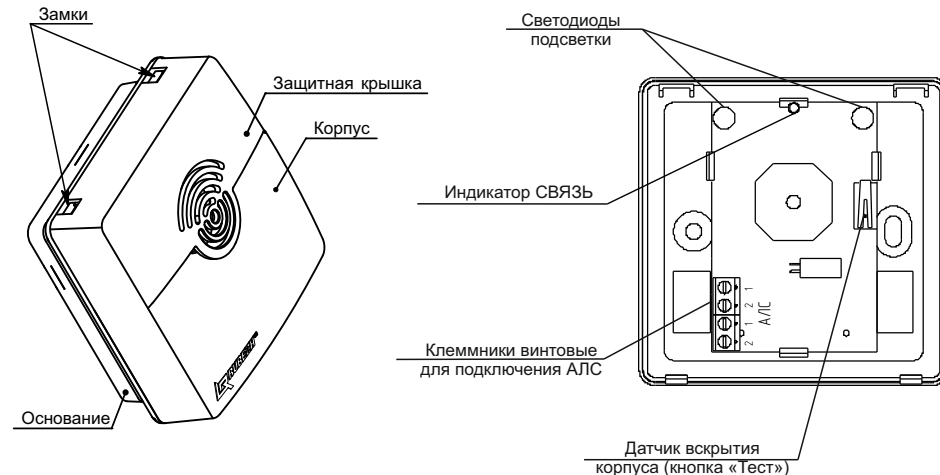

Рисунок 3
2.5 Для информации о состоянии оповещателя предусмотрен оптический индикатор СВЯЗЬ (рисунок 3). Режимы индикации приведены в таблице 1.
6.5 Для установки оповещателя необходимо отжать замки и аккуратно отсоединить корпус вместе с защитной крышкой от основания (рисунок 3).